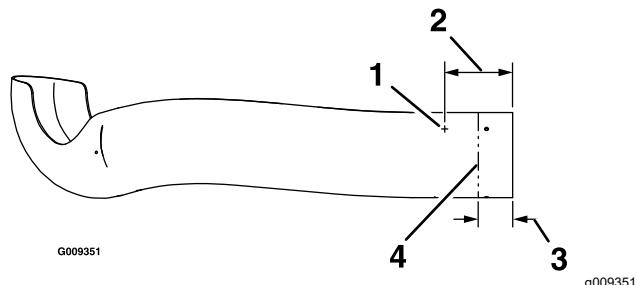

Figura 14
- Localice los 3 taladros del tubo superior. Mida 16.5 cm (6 $\frac{1}{2}$ ") desde el extremo del tubo y marque la posición en las 3 zonas (Figura 14).
- Perfore 3 taladros (4.8 mm / 3/16"), como se muestra en la Figura 14.
- Mida en 3 puntos – 76 – 89 mm (3" – 3 $\frac{1}{2}$ ") desde el extremo del tubo, haga las marcas y aplique cinta de pintor alrededor del tubo como guía (Figura 14).